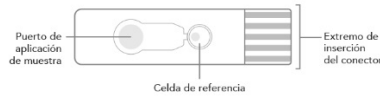

Figura 3. Vista del sensor exhibiendo el puerto de aplicación para cargar la muestra
- La muestra de semen utilizada para el análisis de sORP puede ser fresca o congelada, aunque debe estar a temperatura ambiente 5-30 ° C (41-86 ° F) cuando se prueba y debe ser probada dentro del lapso de una (1) hora después de la licuefacción.
- Aplique la muestra al puerto de aplicación de muestra en el sensor MIOXSYS insertado. Asegúrese de que todo el puerto esté cubierto (Figura 3).